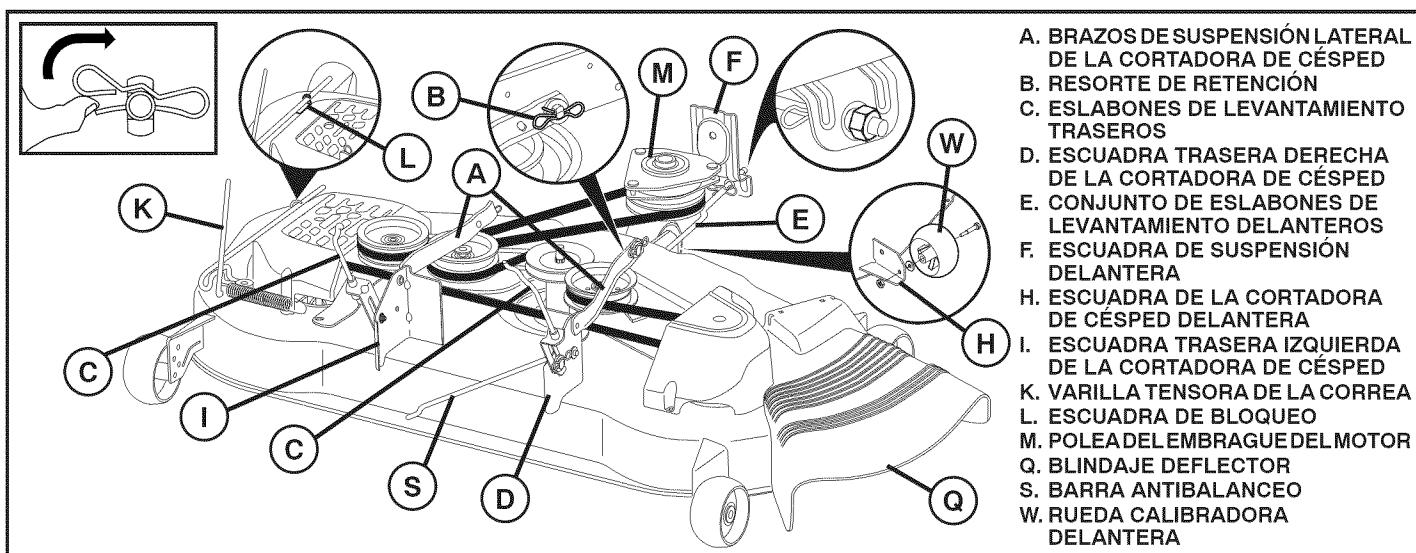

Fig. 21
PARA DESMONTAR LA CORTADORA DE CÉSPED (Vea Fig. 21)
INSTALE LA SEGADORA (Vea Fig. 21 - 32)
9. INSTALE LA CORREA EN LA POLEA DEL EMBRAGUE DEL MOTOR (M) (Vea Fig. 21 & 32)
- Desenganche la varilla tensora de la correa (K) de la escuadra de bloqueo (L).
- Instale la correa en la polea del embrague del motor (M)